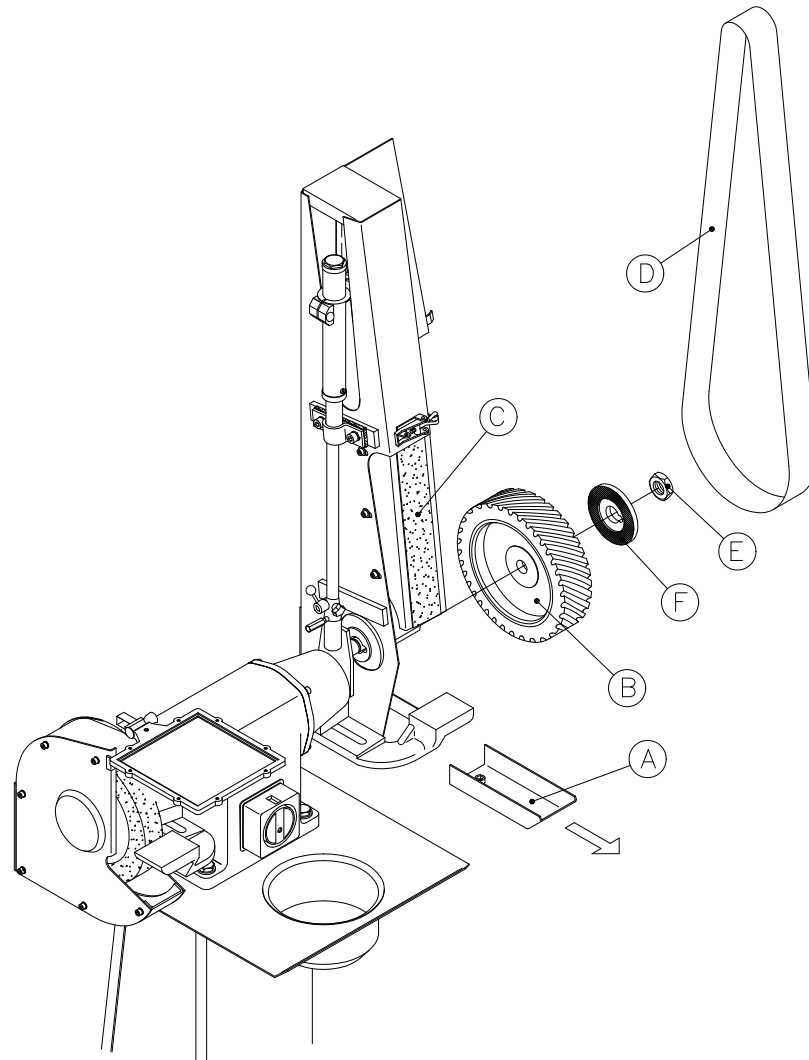

Fig. 3.3
Töm gnistfångaren (A) (se *Fig. 3.3*) regelbundet för att förhindra att heta gnistor förstör eller deformerar slipbandet och kontaktrullen. Om maskinen är försedd med KU 12 utsugningsenhet ska regelbundet kontrolleras om sugkanalerna behöver rengöras. Dampåsen ska tömmas eller bytas vid behov. Kontaktrullen (B) ska bytas när kanterna slitits runda eller däcket har skadats. Byt grafitdynan (C) på bandarmen vid behov.